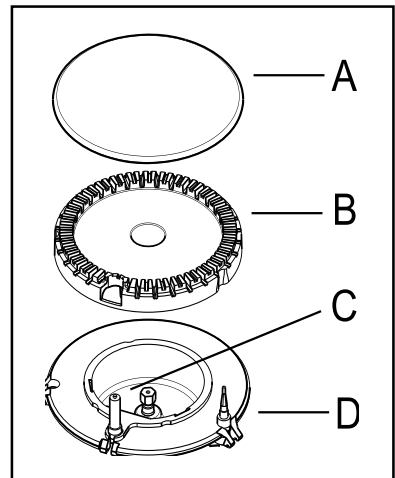

Abb. 1
- Sollte sich der Brenner trotz mehrmaligen Versuchen nicht entzünden lassen, so vergewissern Sie sich daß der Flammenverteillerring (Abb.1 - Buchstabe **B**) und die Brennerkappe (Abb.1 - Buchstabe **A**) richtig aufliegen.
Bei den Herden mit automatischer Zündung wird diese Funktion durch eine Keramik-“Zündkerze” und eine Metallelektrode in ihrem Innern gewährleistet (siehe **Abb.1** - Buchstabe **C**). Nehmen Sie von Zeit zu Zeit eine gründliche Reinigung dieser Teile vor. Kontrollieren Sie außerdem zur Vermeidung von Zündschwierigkeiten, ob die Löcher des Flammenverteilerings (**Abb.1** - Buchstabe **B**) nicht verstopft sind.